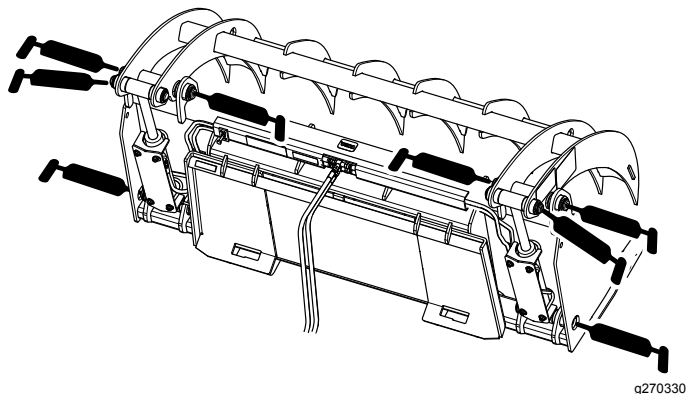

Рисунок 8
4. Присоедините к каждой масленке смазочный шприц (Рисунок 8).